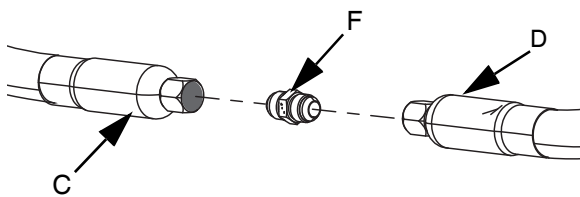

ABB. 20
- 6. Bei Verwendung von zwei Zufuhrschläuchen (C und D) das Fitting von Versorgungsschlauch 1 an Versorgungsschlauch 2 (F) verwenden, um Versorgungsschlauch 1 (C) an Versorgungsschlauch 2 (D) anzuschließen. Siehe ABB. 20.